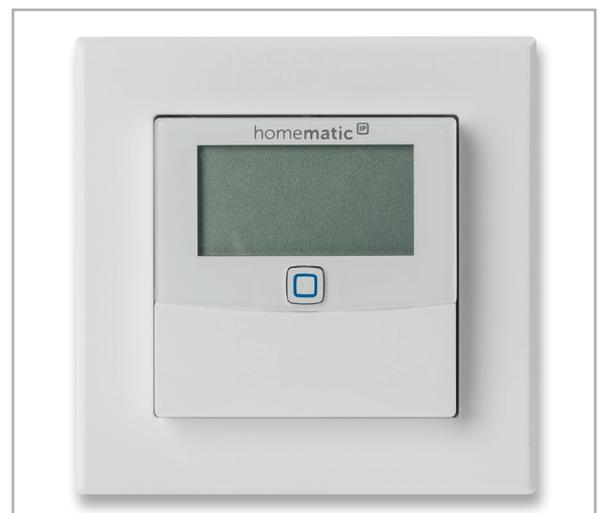

Bild 15: Das fertig mit Abdeckrahmen montierte Gerät
**Bild 15** zeigt das so fertig montierte Gerät.